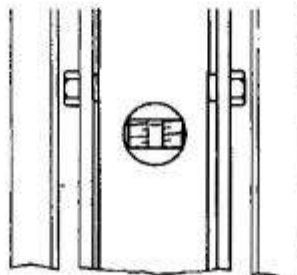

Fig.52
- * raise carriages to same level as holes on side guards (Fig.52).
- * Die Hebetische bei der Inspektion Löcher in die Abdeckplatten kommen lassen (Abb. 52)
- * Amenez les tabliers de levage au niveau des orifices d'inspection des plaques de recouvrement (fig. 52)
- * Controle la tolerancia en las tuercas de soporte como sigue: deje que las plataformas elevadoras lleguen hasta las placas recubridoras (fig. 52)
- * Laat de heftafels bij de inspectie gaten in de afdekplaten komen (fig.52)
- * Deixe que os tabuleiros elevadores cheguem ao nível dos orifícios de inspeção nas chapas de protecção (fig. 52)